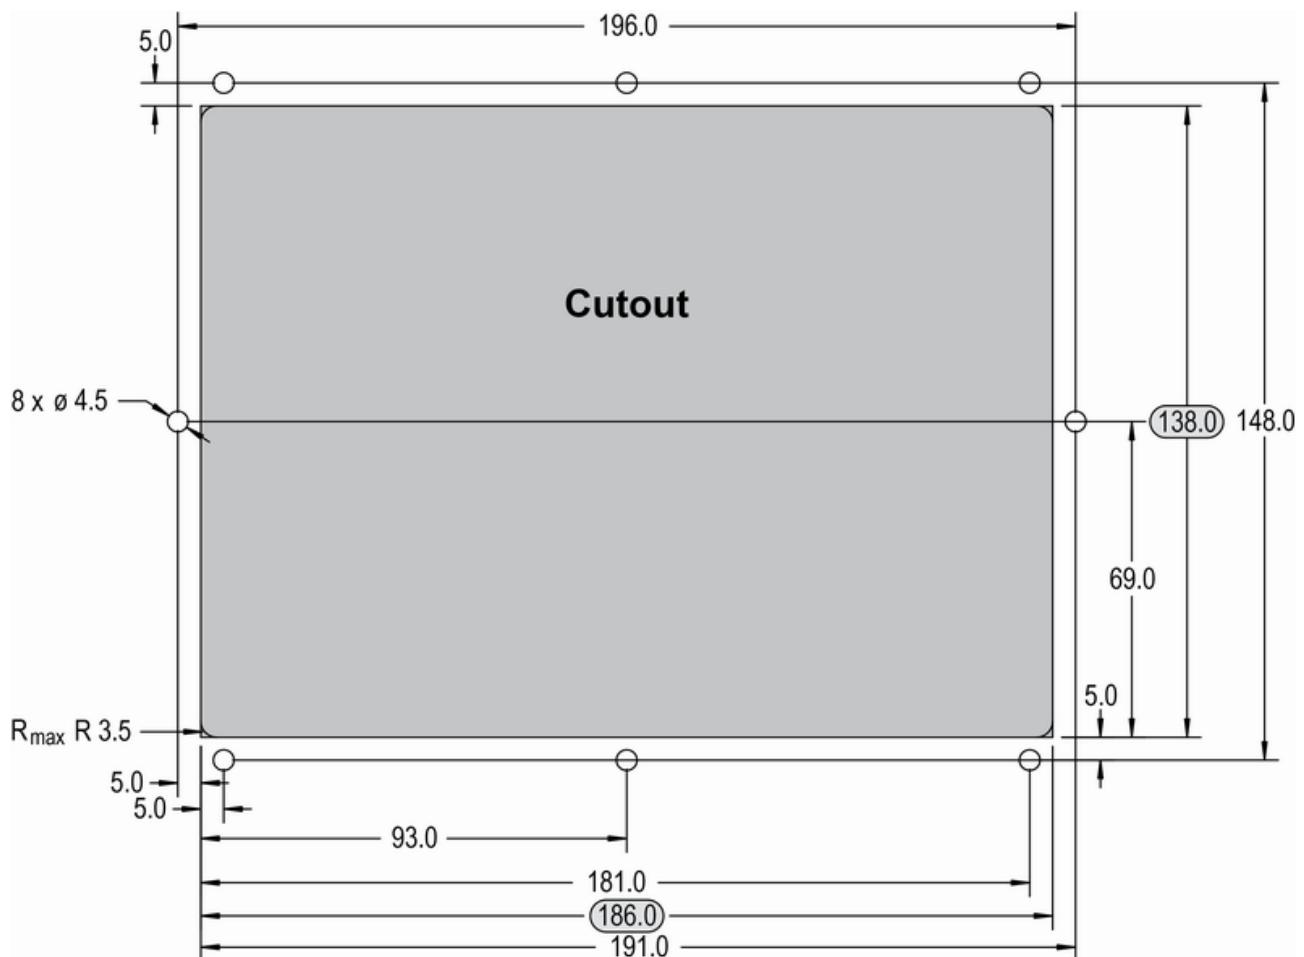

Abb. 18: Kunststoffgehäuse - Bohrschema
Das Gehäuse wird mit 8 Gewindegussbuchsen (Abb. 18) geliefert, die alle für die erforderliche Schutzart ordnungsgemäß angezogen werden müssen.
1. ► Schneiden Sie die Schalttafel aus und bohren Sie die Löcher entsprechend den Abmessungen in Abb. 18 (Abmessungen in mm dargestellt).